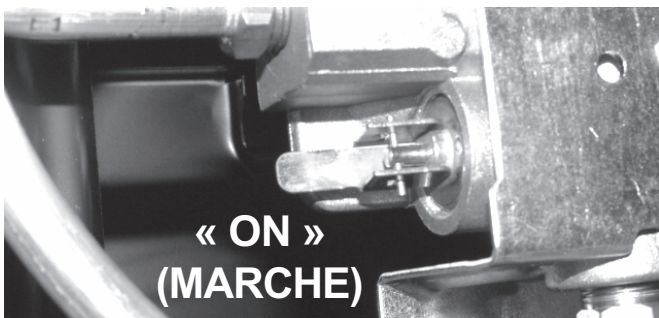

Fig. 4f
- Assurez-vous que le robinet d'arrêt d'entretien qui se trouve sur le détendeur est à la position « ON » (marche)** (reportez-vous à la fig. 4f).